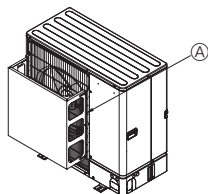

Fig. 2-5
- ② Monter en ekstra luftledeskærm på steder, hvor kraftig vind kan blæse direkte ind i luftudgangen. (Fig. 2-5)